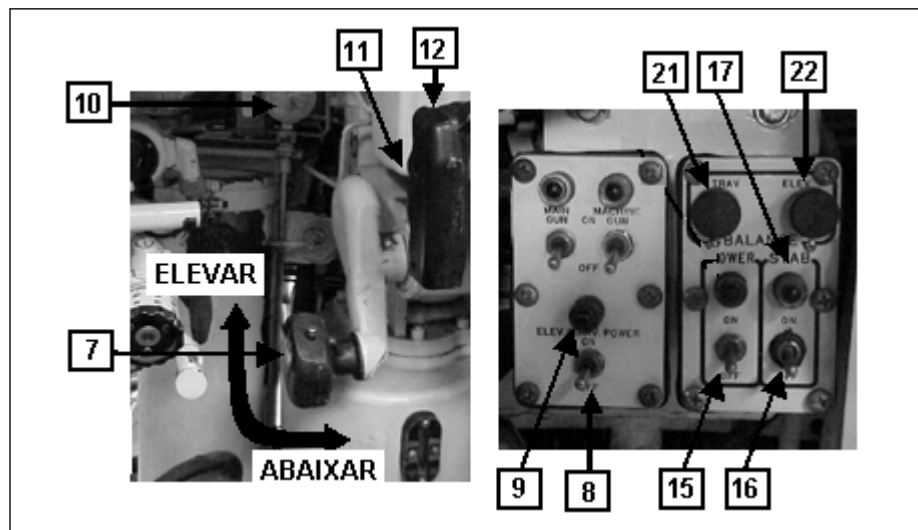

Fig 4-48. Operação manual e com o sistema hidráulico
(1) Assegurar que o CC e vizinhanças estão livres e sem obstruções.
(2) Girar o parafuso de fixação(1) no sentido anti-horário até que o retém(2) do tubo(3) na trava de viagem(4) seja liberado. Liberar o tubo(3).
(3) Elevar o tubo, girando o punho de elevação manual (7) da Fig 4-48 até que o mesmo esteja livre da trava de viagem.
(4) Deitar a trava de viagem, empurrando-a para trás, até que a garra de travamento(5) seja acionada.
(5) Liberar a trava da torre(6), levando a alavanca para a direita.
(6) Apertar a trava (6) e girar o punho de giro manual no sentido horário para girar a torre para a direita e no sentido anti-horário, para girar para a esquerda.
(7) Girar o punho de elevação manual para trás, para elevar o Can, e para a frente, para baixar.
c. Operação do sistema hidráulico (Fig 4-48 e 4-49)
- (1) Verificar se o CC e a área em sua volta estão livres.
- (2) Realizar os itens 2 a 4 (anteriores).
- (3) Ligar as chaves geral das baterias e geral do sistema hidráulico(8). A lâmpada indicadora (9) devem acender.
- (4) Verificar se a tecla de força da unidade de controle do At está desligada antes de ligar o motor.
- (5) Ligar o motor e manter a rotação entre 800 e 900 RPM.
- (6) O motor do sistema hidráulico da torre funcionará até que o manômetro da pressão(10) indicar de 1175 a 1275 PSI. Se o motor operar continuamente, e a pressão no manômetro ultrapassar 1300 PSI ou se o motor apresentar ruído anormal, desligar a chave geral do sistema hidráulico e informar a manutenção.
(7) Apertar o interruptor do punho do At(11) da esquerda ou da direita e girar o punho de elevação manual (12) no sentido horário para girar a torre para a esquerda. Mover o punho para trás para elevar o Can ou para frente para baixar. Não liberar o interruptor do punho (freio magnético) até o punho de elevação manual voltar à posição neutra. Isto reduz o desnecessário desgaste do freio.
(8) Apertar o interruptor do punho de controle do Cmt CC para assumir o controle do sistema hidráulico.